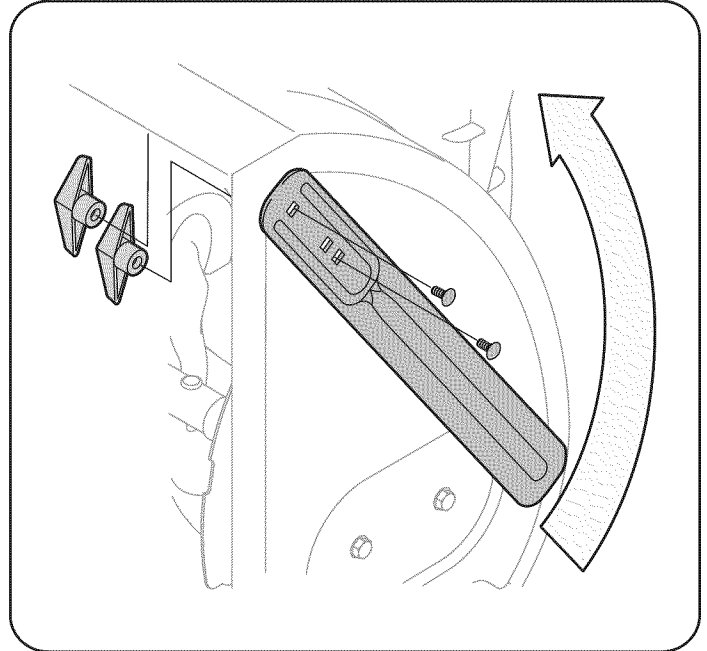

Figura 13
2. Gire los cortadores de desplazamiento de nieve y posiciónelos según se muestra en la Figura 13 hacia el exterior de la caja de la barrena.